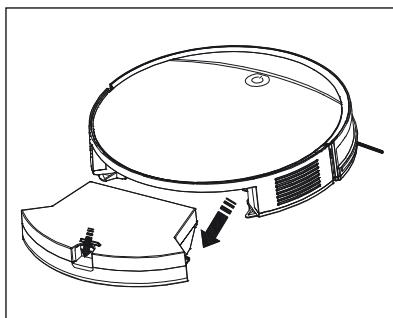

Fig. 7
- ▶ Non lavare il filtro EPA **⑦** con acqua. In caso contrario si rischia di danneggiare il filtro EPA **⑦**.
- 1) Premere il tasto di sblocco **⑯** del contenitore della polvere **⑯** ed estrarre quest'ultimo dall'apparecchio (vedere fig. 7).